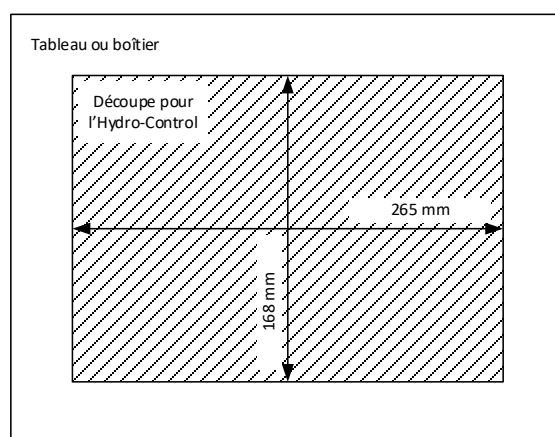

Figure 6 : Découpe du panneau pour l'Hydro-Control
- Découper dans le tableau une ouverture de la taille adéquate. Voir le modèle sur la Figure 6.